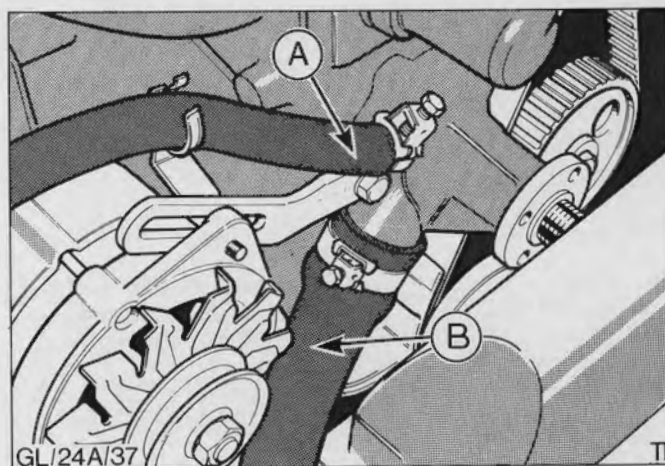

Fig.36. Vandpumpeslange forbindelser
2. Anbring en ren opsamlingsbakke under vognen, afbryd den nederste kølerslange og varmereturslangen fra vandpumpen, Fig.36, og lad kølevæsken løbe ud.